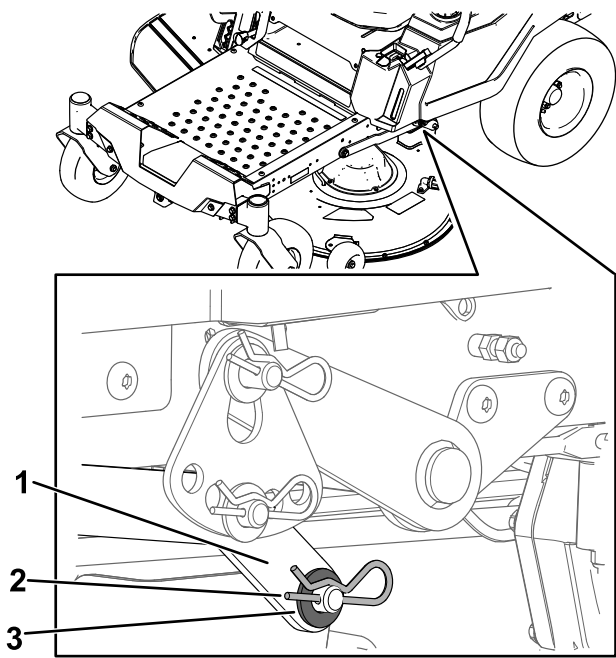

**Figura 66**
4. Retire la chaveta de la varilla de soporte delantera y retire la varilla del soporte de la carcasa (Figura 66).
8. Conecte la varilla de soporte delantera a la carcasa de corte con el pasador y la chaveta (Figura 66).